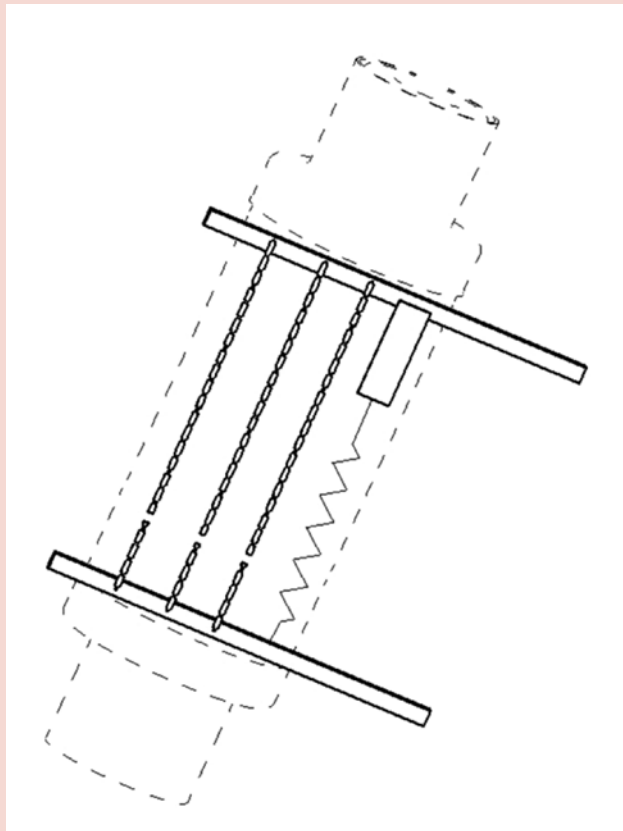

Bild 3: Integration des Schlagmelders im Schmelzleitersystem
Das Schlagstiftsystem ist den Haupt-Schmelzleitern (SL) parallel geschaltet (Bild 3). Kommt es zu einem Überstrom mit Schmelzzeiten außerhalb der Strombegrenzung, schmilzt der Schmelzleiter